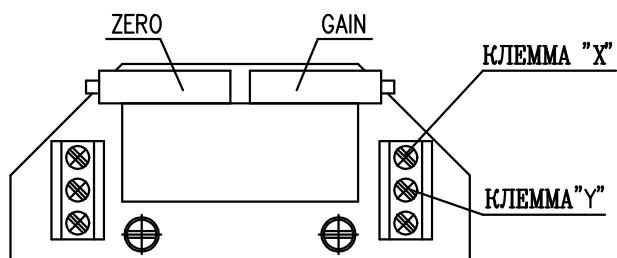

Рис. 7
EPV - 3-проводниковое включение (рис.7)
- Установите датчик сопротивления на основании инструкций в предыдущей главе так, что величину сопротивления измеряйте на клеммах X-Y (рис.7). (употреблен датчик с сопротивлением 2000W или 100W)
- Поворачиванием устанавливающего триммера ZERO (рис.7) установите величину выходного сигнала тока, измеряемого на клеммах 81-82, на величину 0 мА или 4 мА.
- Поворачиванием устанавливающего тумблера GAIN (рис.7) установите величину выходного сигнала тока, измеряемого на клеммах 81-82, на величину 20 мА или 5 мА.